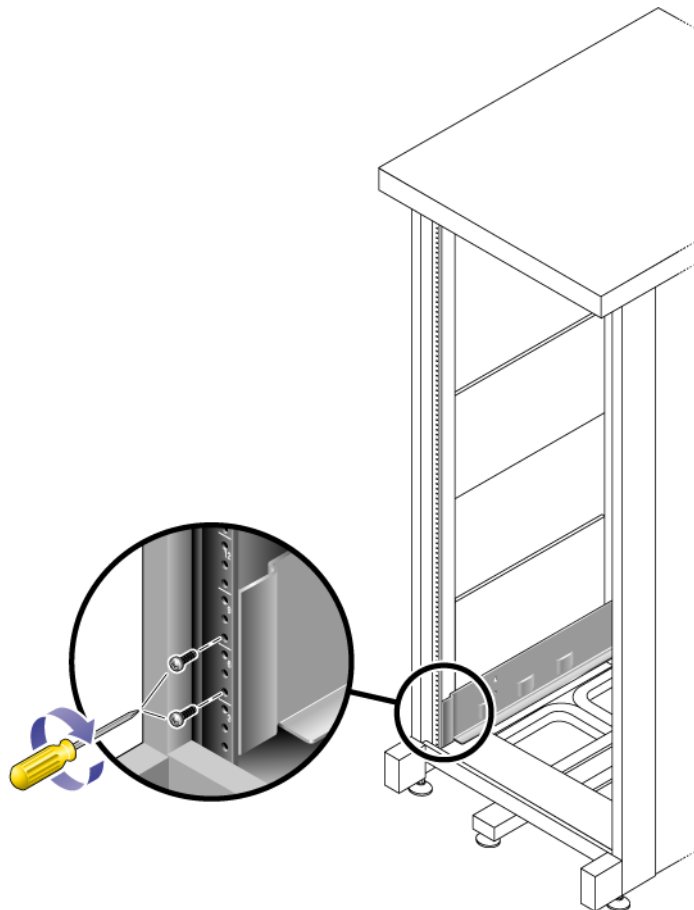

FIGURE 2-16 Fixation du rail gauche à l'avant de l'armoire
b. À l'aide du tournevis cruciforme n° 2, introduisez et serrez deux vis 8-32 pour fixer le rail à l'avant de l'armoire (voir FIGURE 2-16).